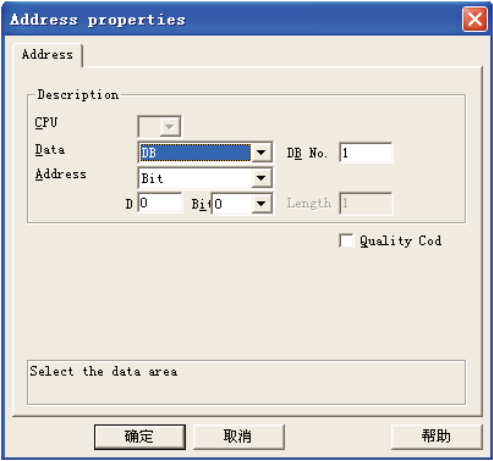

图 5-16 “Address properties” 对话框
2) 地址 (Address): 单击 “Select” 按钮, 如图 5-16 所示, 弹出 “Address properties” 对话框, 输入变量的地址。单击 “确定” 按钮, 关闭对话框。